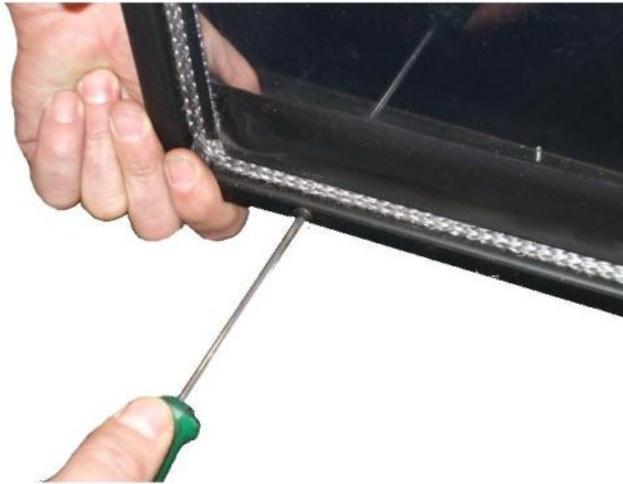

Fig 44 - Rimozione viti
- Svitare le viti dai profili fermavetro (vedi Fig 44 a pag. 42).